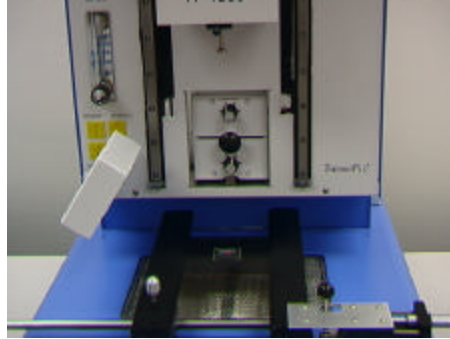

Figura 10
- v. Allineare la scheda PCB in modo che il fascio di luce rosso del laser sia approssimativamente centrato sul dispositivo BGA (Figura 10).